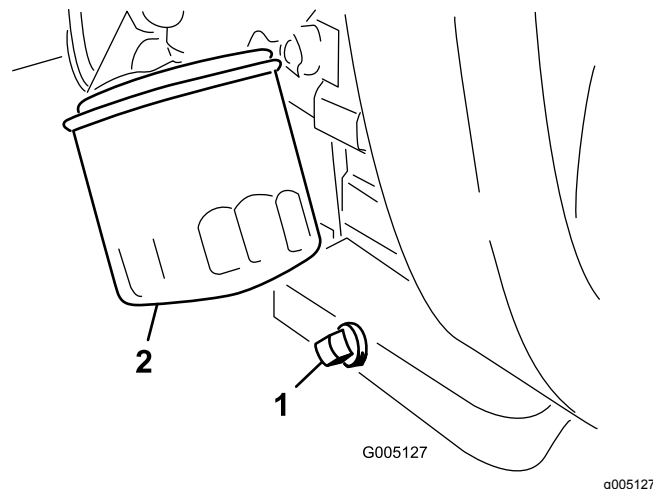

Figure 31
- Retirez le bouchon de vidange (Figure 31) et laissez couler l'huile dans un bac de vidange.
- Nettoyez le filetage du bouchon de vidange, enduisez-le de produit d'étanchéité au PTFE et remettez le bouchon en place (Figure 31).
- Déposez le filtre à huile (Figure 31).